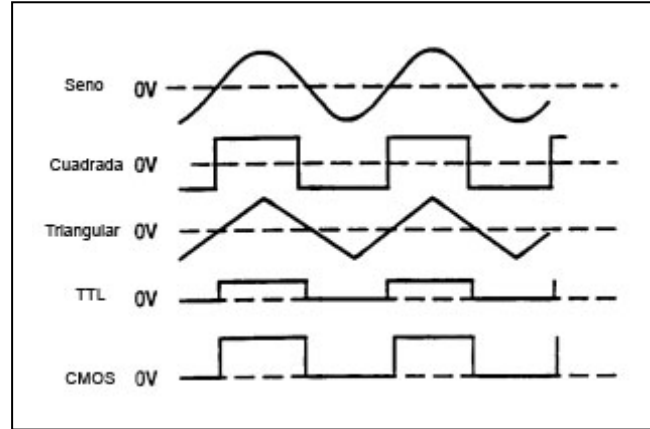

Figura 2. Formas de onda de salida y relación de fase
1. Inicialmente, verifique los switches **DUTY CYCLE** (14), **CMOS LEVEL**(13), **DC OFFSET**(12), y -20dB (11) estén desactivados. Esto producirá una onda simétrica no afectada por el generador de barrido y otros controles.
2. Enchufe la unidad en una fuente de energía apropiada y enciéndalo oprimiendo el switch **POWER** (1)
3. Seleccione la onda de forma deseada (**SINE**, **SQUARE**, **TRIANGLE**) oprimiendo uno de los switches de **FUNCTION** (3). Sus relaciones de fase se muestran en la figura 2.
4. Seleccione la frecuencia de la onda de forma oprimiendo uno de los switches **RANGE** (2).
5. Gire el control **FREQUENCY** (15) para fijar la frecuencia de salida rápidamente al valor deseado. La frecuencia seleccionada estará disponible en el jack **OUTPUT** (6). Además, una señal digital estará presente en el jack **TTL/MOS** (7) (Refiérase a la señal **TTL/CMOS OUTPUT** de este manual.